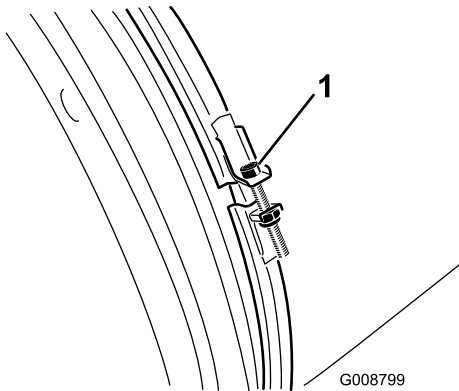

Figura 48
2. Compruebe la abrazadera de la tobera del soplador para ver si muestra signos de desgaste o daños (Figura 48).
3. Compruebe la abrazadera de la tobera del soplador a diario para asegurarse de que está bien apretada (Figura 48).